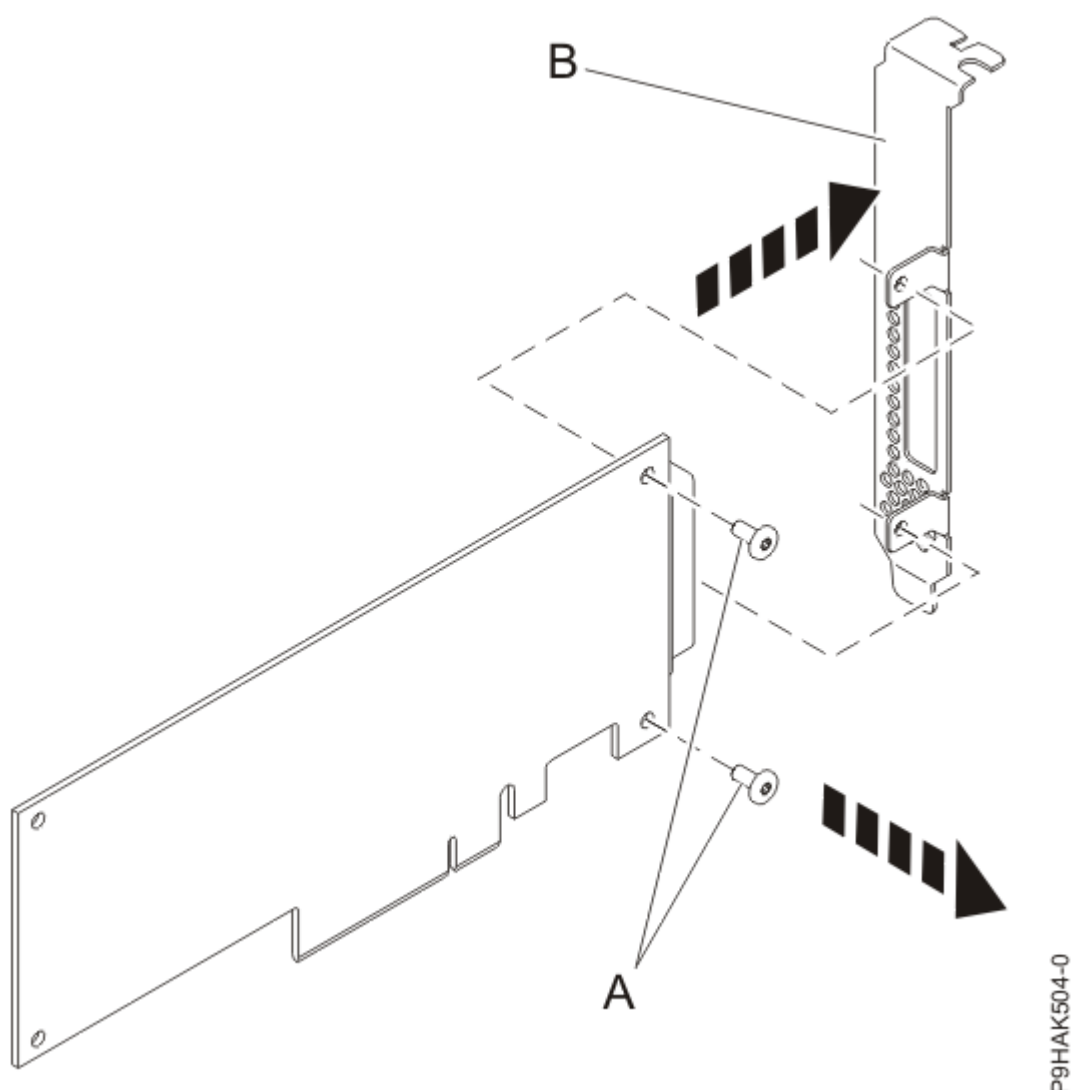

Figure 47. Retrait de l'équerre de montage pleine hauteur d'un nouvel adaptateur
8. A l'aide d'un tournevis cruciforme, desserrez les deux vis **(A)** qui fixent l'équerre de montage pleine hauteur **(B)** au nouvel adaptateur, comme illustré dans la Figure 47, à la page 73.